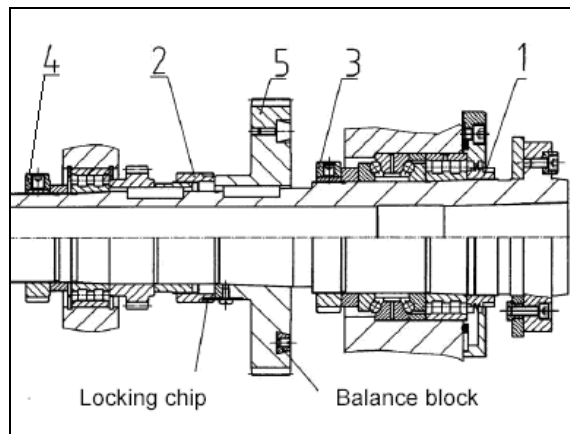

Рис. 9
Ослабьте установочную гайку (1, Рис. 9), снимите стопорную шайбу ослабьте установочную гайку (2).